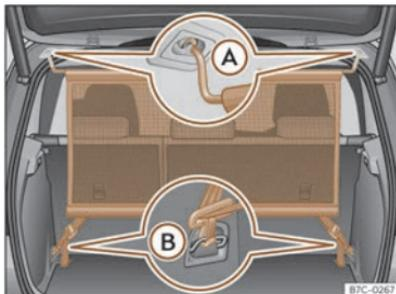

Fig. 167 Rete divisoria montata.
- Agganciare la rete divisoria all'alloggiamento sinistro del tetto >>> fig. 167 (A). Assicurarsi di tirare la barra trasversale verso il basso oltre la posizione superiore.
- Agganciare la rete divisoria all'alloggiamento destro del tetto comprimendo la barra >>> fig. 167 (A).
- Agganciare i due ganci della rete divisoria agli occhielli di ancoraggio del bagagliaio >>> fig. 167 (B) quindi tendere le cinghie di fissaggio.